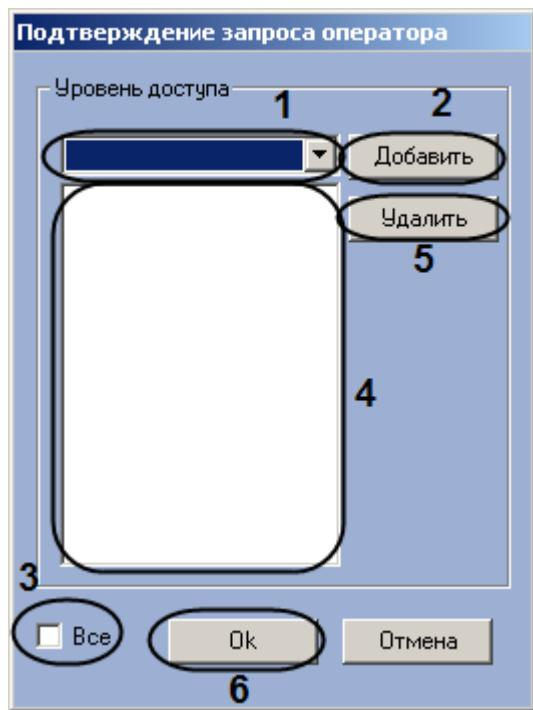

Рис. 3.5—8 Настройка подтверждения запроса оператором
- 6.2 В появившемся диалоговом окне **Подтверждение запроса оператором** из раскрывающегося списка выбрать уровень доступа, для пользователей которого требуется производить подтверждение прохода оператором (Рис. 3.5—8, 1).
- 6.3 Нажать на кнопку **Добавить** (см. Рис. 3.5—8, 2). Уровень доступа будет добавлен в список (см. Рис. 3.5—8, 4).
Примечание. Если требуется производить подтверждение прохода оператором для всех уровней доступа, необходимо установить флагок Все (см. Рис. 3.5—8, 3).